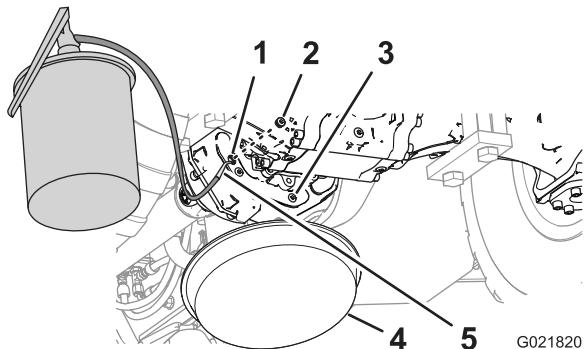

Рисунок 74
5. Установите одну из пробок в сливное отверстие трансмиссии (Рисунок 74).
6. Залейте масло указанного типа в трансмиссию через смотровое отверстие, пока масло не будет на уровне резьбы в нижней части отверстия (Рисунок 74).
8. Установите другую пробку в смотровое отверстие трансмиссии (Рисунок 74).